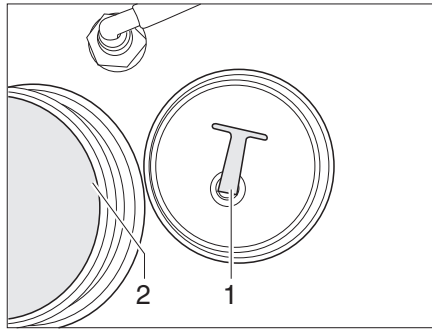

Fig. 138 Serbatoio dell'acqua
- Svitare il coperchio (Fig. 138,2).
- Svitare il coperchio (Fig. 138,2) del serbatoio dell'acqua.
- Svitare il tappo di chiusura (Fig. 138,1) dall'apertura di scarico. L'acqua fuoriesce.